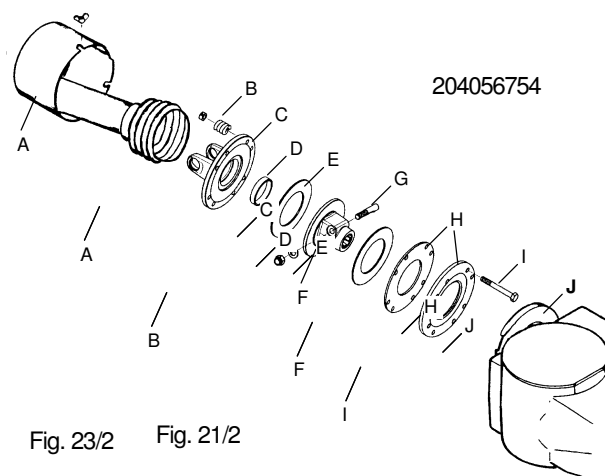

Fig. 23/2 Fig. 21/2
Reibkupplungen 204066248 und 204056754 (siehe Fig. 23/2)
(Siehe Fig. 23/1 und 23/2) Schutztopf (A) vom Getriebe abnehmen. Die Überlastsicherung auf die Getriebeingangswelle schieben und mit den Klemmschrauben (K) befestigen. Anschließend den Schutztopf (A) wieder anbringen.
Fitting PTO Drive Shaft with overload Clutch (Fig. 23/2)
Friction Clutches 204066248 and 204056754 (refer to Fig. 23/2)
(refer to Fig. 23/1 and 23/2) Remove the clutch guard (A) from the front of the gearbox. Slide the clutch onto the gearbox input shaft and retain in position by fitting and tightening the two clamp bolts (K). Refit and secure the clutch guard to the front of the gearbox.
(Fig. 23/2)
Friktionskobling 204066248 og 204056754 (se fig. 23/2)
(fig. 23/1 og 23/2) Afmonter beskyttelsesskærm (A). Sæt koblingen fast på gearkassen. Sørg derefter for, at akselen er monteret korrekt med fastspændingsboltene (K).
Montering av kraftöverföringsaxel med överbelastningskoppling (Fig. 23/2).
Överbelastningskoppling 204066248 og 204056754 (se fig. 23/2)
(fig. 23/1 och 23/2) Demontera skyddet (A). Montera kopplingen på växellådan. Säkra med pinnbulten (K). Återmontera skyddet.
Einstellung der Reibkupplungen 204066248 und 204056754 (siehe Fig. 23/2):
Einstellungen der Abschalte Kupplungen 204007982, 204007996, 204057194, 204057192 und 204057193 (siehe Fig. 23/1).